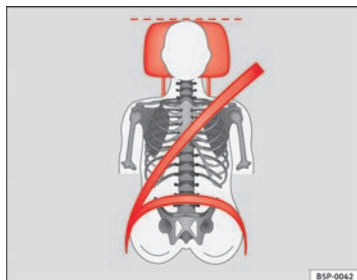
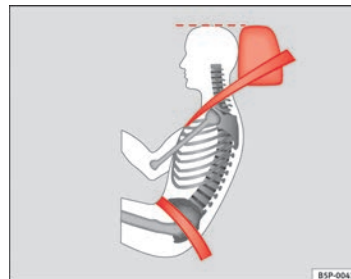

Abb. 65 Von vorne betrachtet: richtig eingestellte Kopfstütze und korrekter Gurtbandverlauf
Abb. 66 Von der Seite betrachtet: richtig eingestellte Kopfstütze und korrekter Gurtbandverlauf
- Die Kopfstützen so einstellen, dass sich die Oberkante der Kopfstütze möglichst auf einer Linie mit dem oberen Teil Ihres Kopfes, aber mindestens auf Augenhöhe befindet ⇒ Abb. 65 und ⇒ Abb. 66.